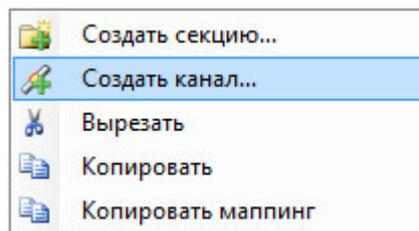

Рисунок 3.13 - Общий вид контекстного меню на *Карте сигналов* при создании канала или секции
8. В дереве устройств найти устройство *Server (SoftModules→MBTSPM)* и дважды нажать левой кнопкой мыши. В появившемся окне выбрать вкладку *Карта сигналов*. В поле *Карта сигналов* нажать правой кнопкой мыши и в контекстном меню выбрать команду «*Создать канал...*» (рисунок 3.13).